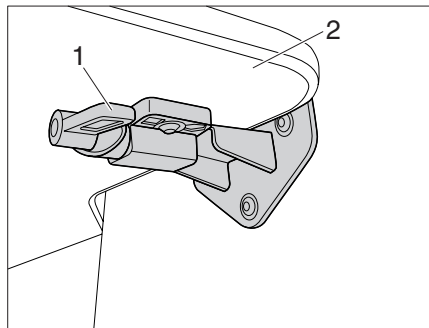

Fig. 21 Pestillo de la extensión de cama (equipo especial)
- Gire el pestillo (Fig. 21,1) a la izquierda y a la derecha de la extensión de cama (Fig. 21,2) en 180°.